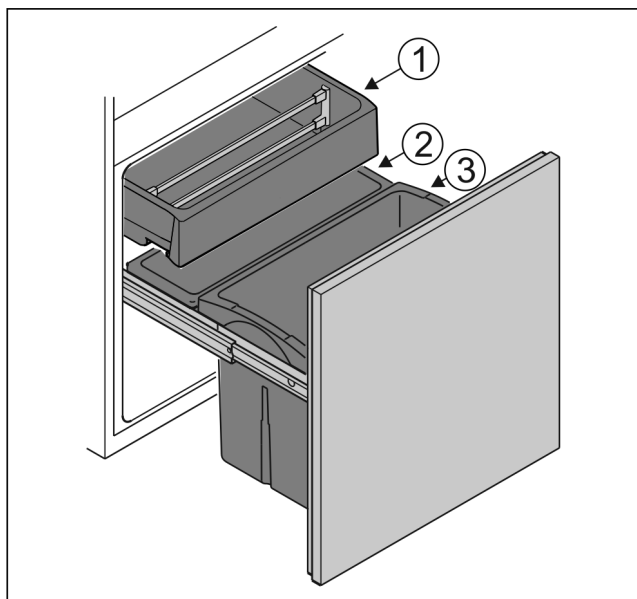

Fig. 98
- Nádobu Fig. 98 (1): Skladujte nezabalenou zeleninu a jižní plody.
- Nádobu Fig. 98 (2): Skladujte nezabalené drobné druhy ovoce a zeleniny.
- Nádobu Fig. 98 (3): Skladujte jednotlivé láhve.